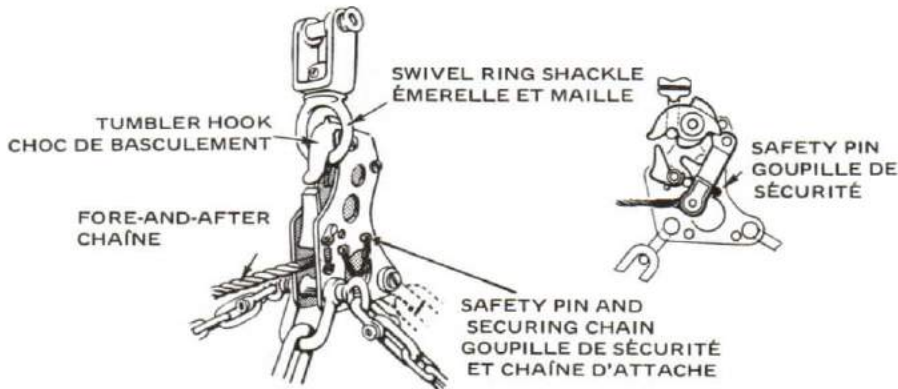

Figure 12-15
4. The safety pins are "moused" with wire to keep them from falling out. This mousing is not to be removed until the order "out pins" is given. Detail is shown in Figure 12-15.
4. Les goupilles de sécurité sont mouchetées avec du fil de fer pour les empêcher de sortir. On ne doit pas retirer ce mouchetage avant de recevoir l'ordre "enlever les goupilles" (voir précisions à la figure 12-15).